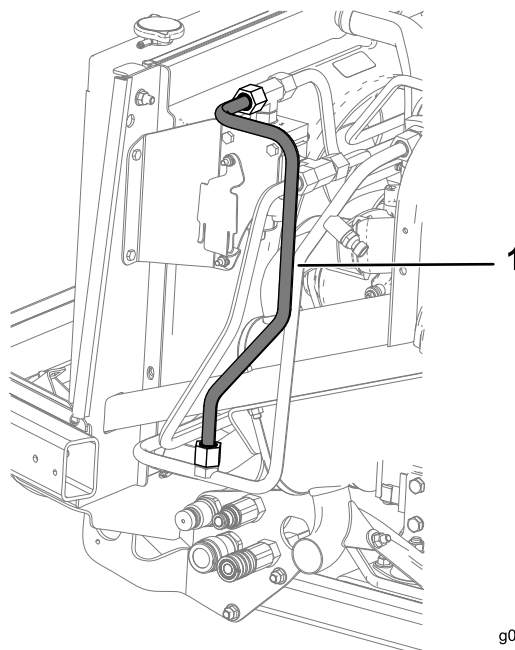

Figura 26
6. Montate il tubo idraulico E proveniente da tubo idraulico H sul raccordo dell'adattatore a T (5/8 poll., maschio) sul gruppo del collettore destro, come illustrato nella Figura 26.